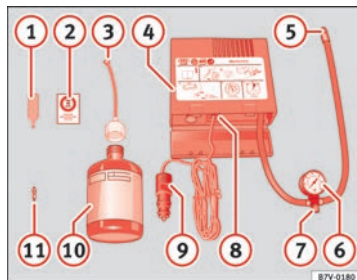

Fig. 142 Componenti del kit di riparazione pneumatici
- ② Etichetta adesiva con indicazione della velocità "max. 80 km/h", oppure "max. 50 mph"
- ③ Tubo flessibile di riempimento con tappo di chiusura
- ④ Compressore
- ⑤ Tubo flessibile per gonfiare i pneumatici
- ⑥ Manometro di gonfiaggio del pneumatico
- ⑦ Vite per far uscire l'aria
- ⑧ Interruttore
- ⑨ Connettore del cavo a 12 Volt ⇒ pagina 124
- ⑩ Bomboletta con sigillante
- ⑪ Valvola di scorta
L'estrattore delle valvole ① ⇒ fig. 142 ha una fessura nell'estremità inferiore con cui si innesta nello stelo della valvola. Solo in questo modo è possi-
- Attaccare l'etichetta adesiva ② ⇒ fig. 142 ⇒ pagina 221 sul cruscotto nel campo visivo del conducente.
- Aiutandosi con l'estrattore di valvole ① svitare lo stelo della valvola e conservarla su una base pulita (panno, carta, ecc.) ■
- Agitare con forza la bomboletta con il sigillante ⑩ ⇒ fig. 142 ⇒ pagina 221 varie volte.
- Fissare il tubo flessibile di gonfiaggio ③ nella bomboletta ⑩. La linguetta nella chiusura si perforerà automaticamente.
- Togliere il tappo di chiusura del tubo flessibile di gonfiaggio ③ e inserire completamente l'estremità aperta nella valvola del pneumatico.
- Tenendo la bomboletta ⑩ capovolta, scaricarne l'intero contenuto nel pneumatico.
- Avvitare nuovamente l'asta della valvola nella valvola del pneumatico, utilizzando l'estrattore delle valvole ①.
- Avvitare il tubo per gonfiare il pneumatico ⑤ ⇒ fig. 142 ⇒ pagina 221 fermamente nella valvola del pneumatico.
- Accertarsi che la vite di scarico ⑦ sia chiusa.
- Inserire la spina ⑨ nella presa di corrente da 12 volt.
- Collegare il compressore dell'aria tramite l'interruttore ⑧.
- Se non è possibile raggiungere una pressione di 2,0-2,5 bar (29-36 psi/200-250 kPa), svitare il tubo flessibile ⑤ dalla valvola del pneumatico.
- Avvitare nuovamente il tubo flessibile ⑤ nella valvola del pneumatico e ripetere la procedura di gonfiaggio.